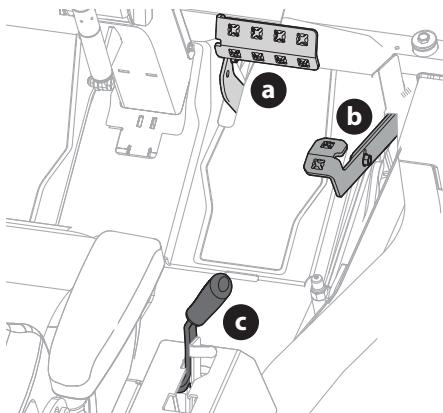

Figura 27
- Para conducir hacia ADELANTE, presione lentamente el pedal de marcha adelante (a) hasta alcanzar la velocidad deseada (Figura 27).
- Para que el tractor se detenga o ande más despacio, saque el pie del pedal de transmisión marcha adelante (a) o atrás (b). Para bloquear el freno de mano, coloque los pedales de control de la conducción en punto muerto y tire de la palanca del freno de mano (c) hacia atrás hasta que bloquee en la posición de "encendido" (Figura 27).
- Para conducir marcha atrás, verifique que el área de atrás esté despejada, luego presione lentamente hacia abajo el pedal de transmisión marcha atrás (b) con la parte anterior de la planta (NO con el talón) hasta alcanzar la velocidad deseada (Figura 27).